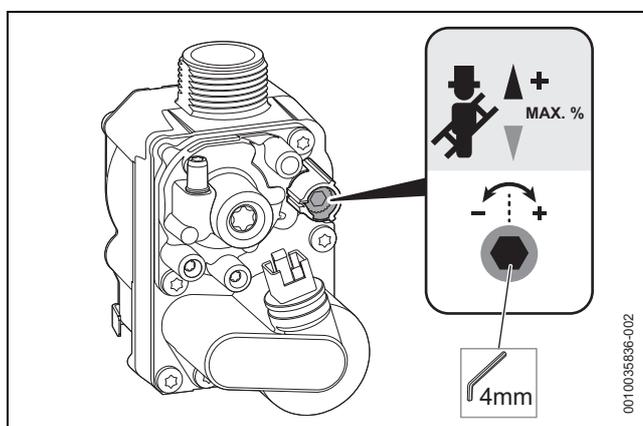

Fig. 43 Réglage de la teneur en CO₂ ou en O₂
- ▶ Introduire l'outil hexagonal à environ 6 mm sur la vis de réglage du bloc gaz (seul le bloc gaz est présenté sur la fig. 43) et régler la teneur en CO₂ ou en O₂ pour la puissance thermique nominale maximale.